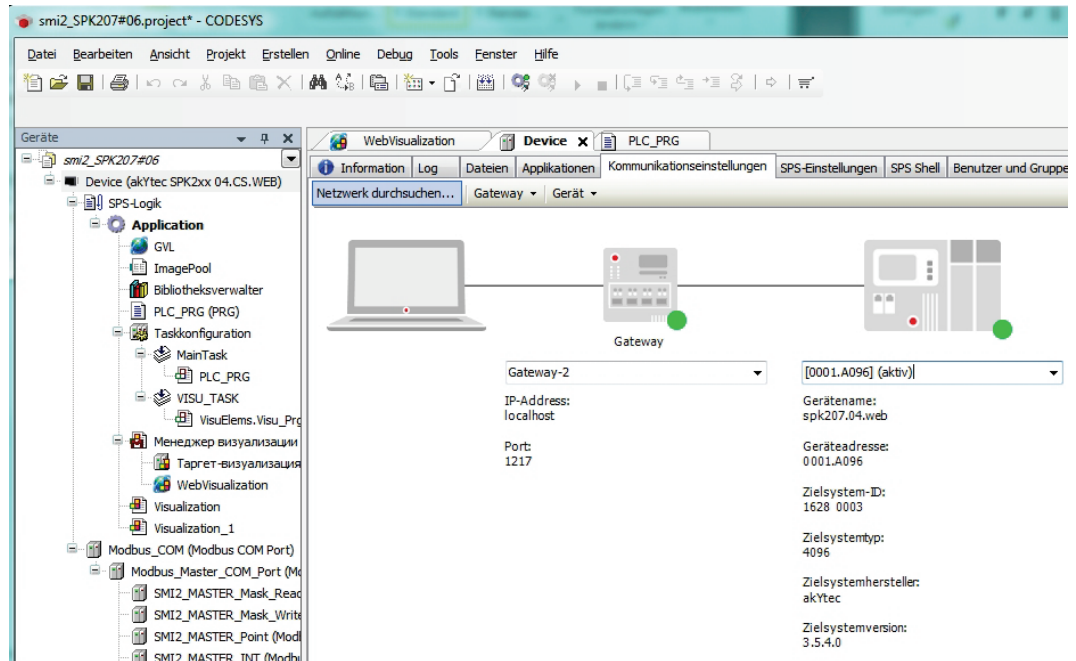

Abb. C.3 Die korrekte Verbindung mit der Steuerung
- Markieren Sie den Geräte-Eintrag und klicken Sie auf **Aktiven Pfad setzen** (Abb. C.3).